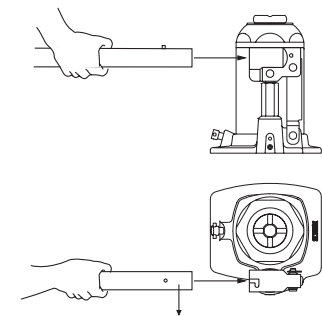

Fig.7
• Steek de pomphendel in de hefarm en draai deze zo, dat de pomphendel vast in de hefarm komt te zitten (Fig. 7).
• Infilare la leva della pompa nel braccio girandola finché non è ben fissata in esso (Fig. 7).
• Enfiar o manípulo da bomba na alavanca e girar de forma a ficar fixo (Fig. 7).